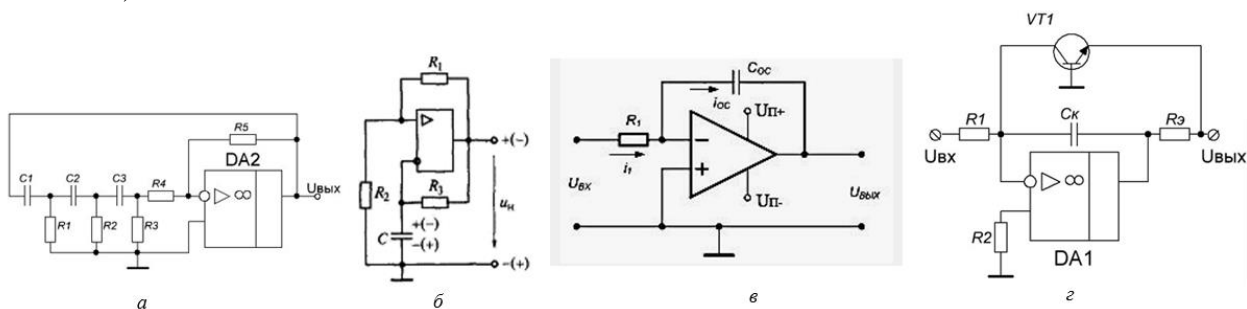

Рис. 12
**Вопрос 25.** Из представленных на рис. 12 схем выберите схему мультивибратора.
- 1) рис. 12а;
- 2) рис. 12б;
- 3) рис. 12в;
- 4) рис. 12г.